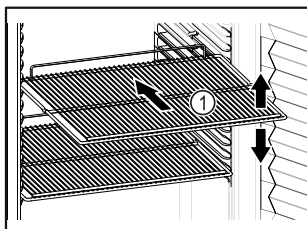

Fig. 61 Ilustratīvs attēlojums
- ❑ Ja novietošanas režīži Fig. 61 (1) ir novirzāmi, pielāgojiet tos pēc augstuma.